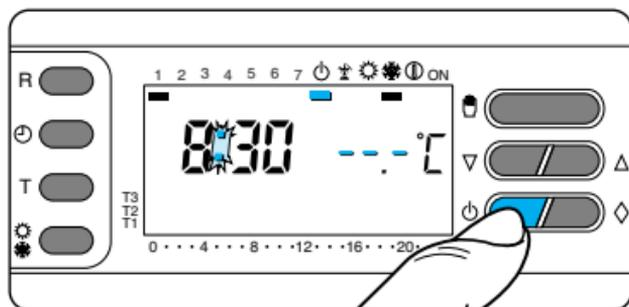

Fig. 67
13.2 - Premere una volta il pulsante . Il segmento attivo sotto  conferma l'esclusione di THERMOPROGRAM dal controllo dell'impianto e scompare il grafico del programma (fig. 67). Per 5 s scompare l'indicazione della temperatura ambiente e viene visualizzato ---.°C .